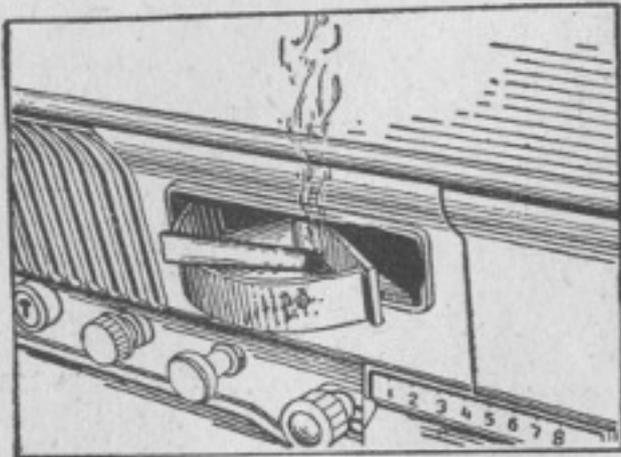

Abb. 7. Aschenbecher, ausgerückt
3. Der Aschenbecher 7 (aus Kunststoff) ist in der Instrumententafel um Kugelköpfe drehbar. Um den Aschenbecher auszurücken, drückt man mit dem Finger auf das rechte Ende seiner Stirnwand (siehe Abb. 7). Um ihn zu entleeren, zieht man ihn an dem ausgerückten Teil aus.